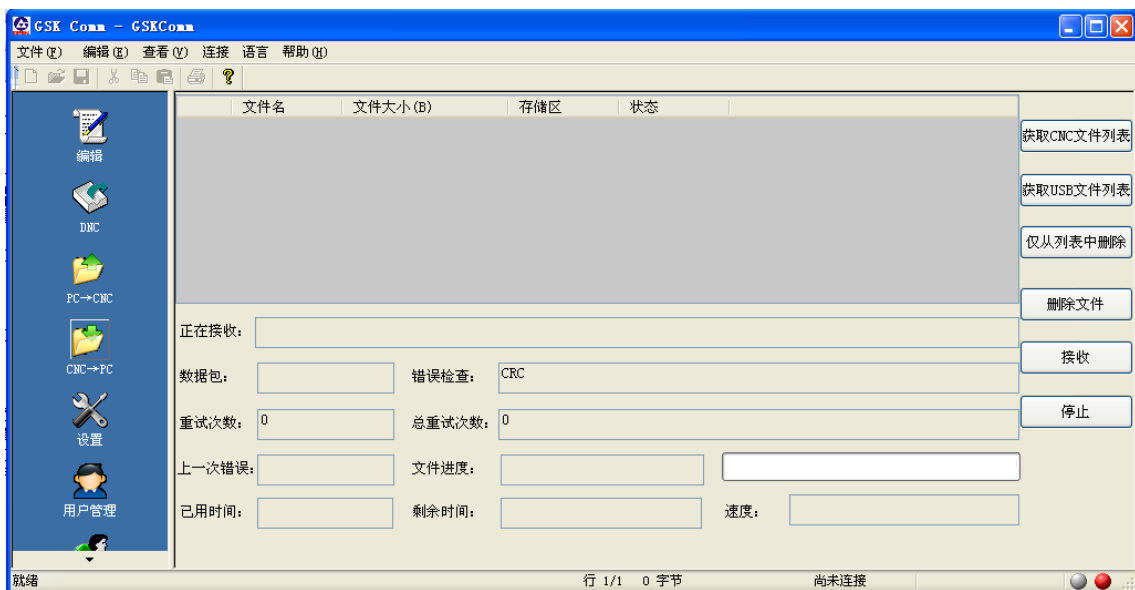

图 11-2-2-1
3、点击 **获取CNC文件列表** 按钮，获取 CNC 端文件列表，如图 11-2-2-2。